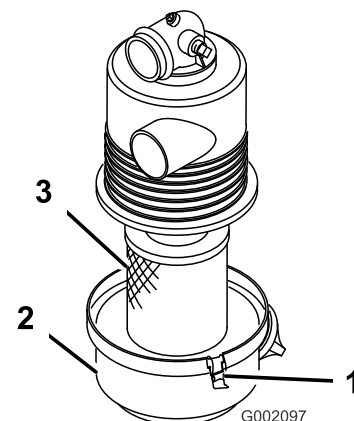

Bild 25
3. Lösen Sie die Riegel, mit denen die Abdeckung des Luftfilters am Luftfiltergehäuse befestigt ist und entfernen Sie die Abdeckung (Bild 25).
4. Schieben Sie den Luftfiltereinsatz (Bild 25) vorsichtig aus dem Luftfiltergehäuse heraus.